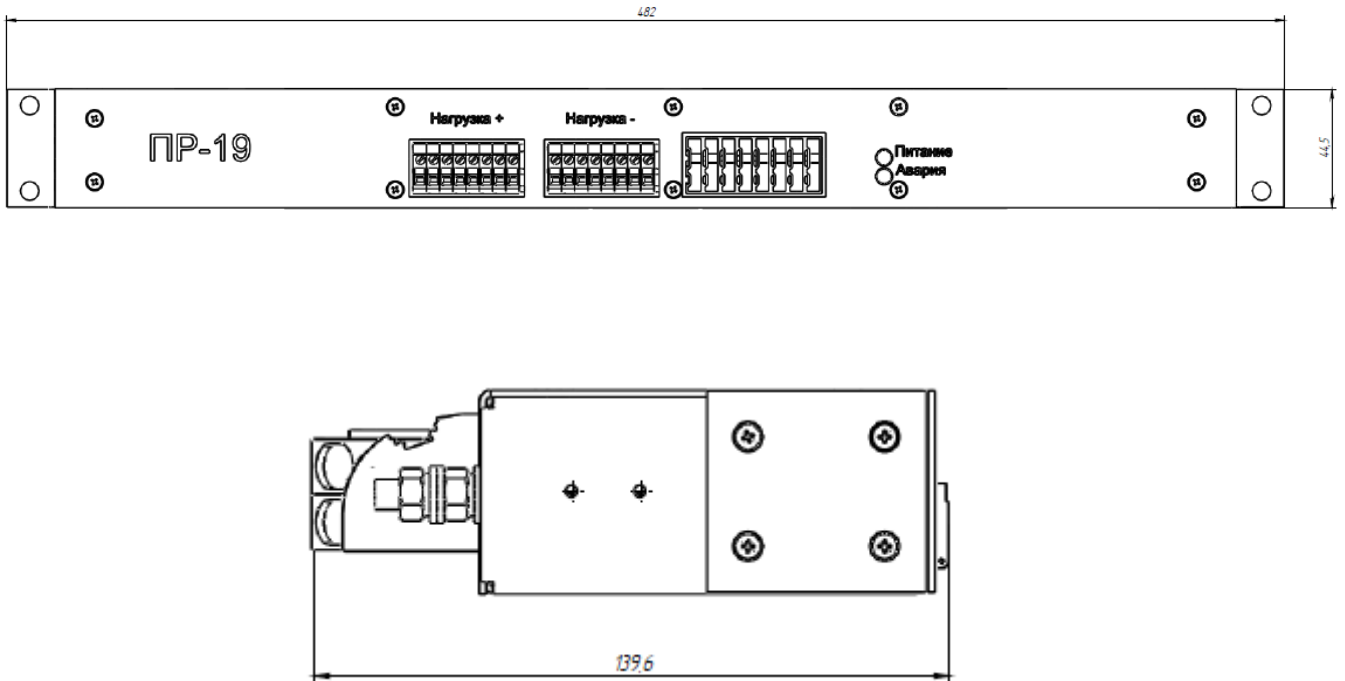

Рис. 1.
2.5 Общий вид и габаритные размеры панели приведены на рис.1.